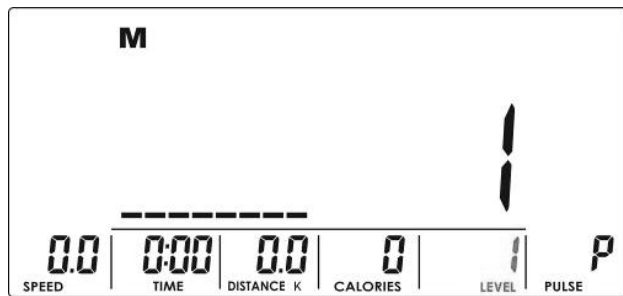
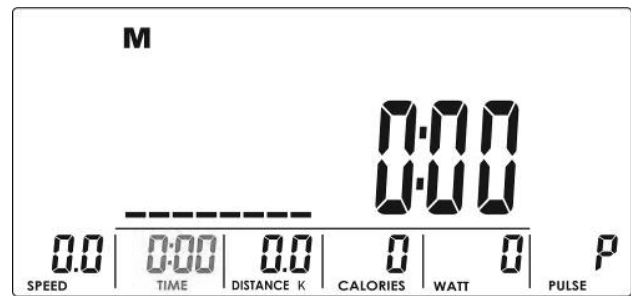

Abbildung 19
Abbildung 20
- (1) Drücken Sie BODY FAT im Stoppmodus, um die Messung des Körperfetts zu starten.
- (2) Die Konsole zeigt UX (Abb. 19) an und startet die Messung (Abb. 20 bis 21).